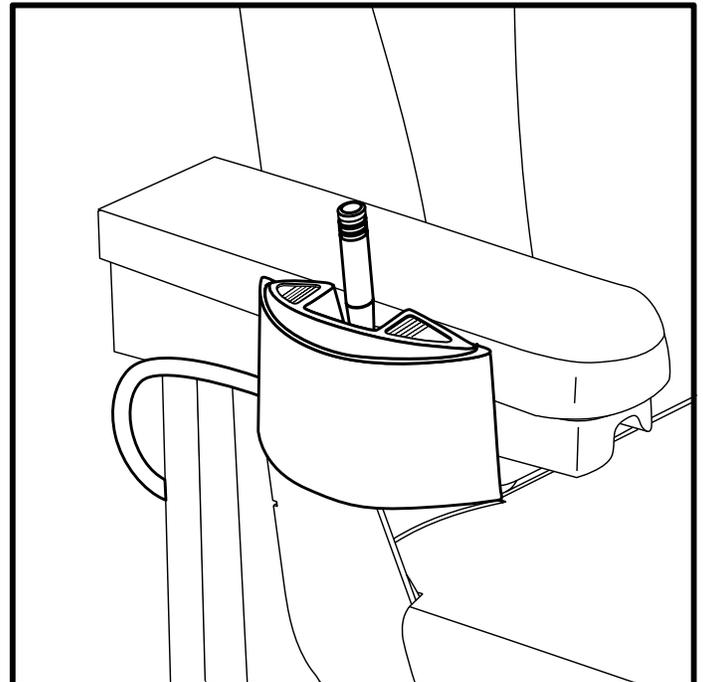

Figure 27. Commutateur du siège élévateur
1. Poussez vers l'avant sur le commutateur pour faire monter le siège. Voir la figure 27.